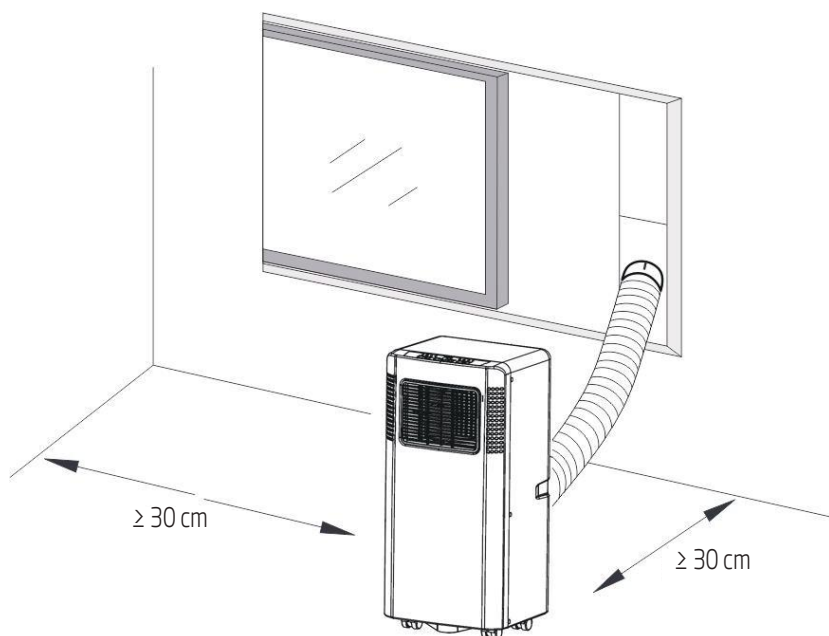

Fig. 3
- Un aparat de aer condiționat portabil va fi instalat pe o suprafață plată, cu spațiu liber împrejur. Nu blocați gura de evacuare a aerului, distanța necesară în jurul gurii de evacuare trebuie să fie de minimum 30 cm. (A se vedea Fig. 3)